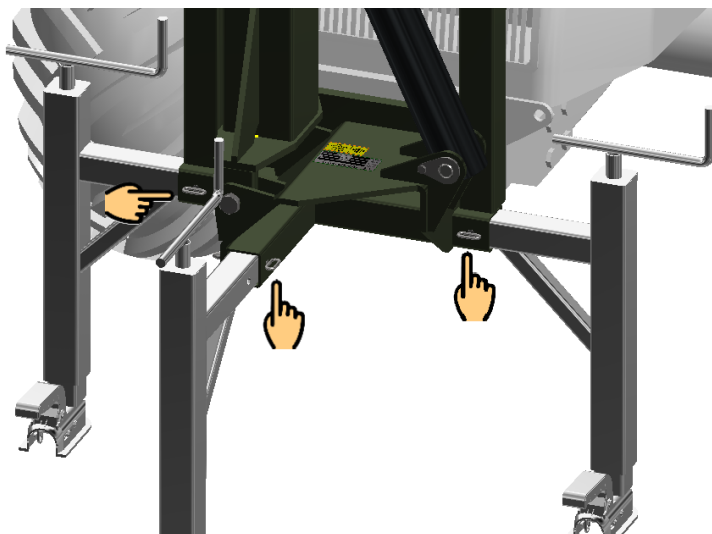

Figura 6.13 – Pé elevatórios do Cavalete
d) Remova as 3 cavilhas de segurança (Figura 6.13), dos pés elevatórios do cavalete, e retire-os do chassi da Podadora.